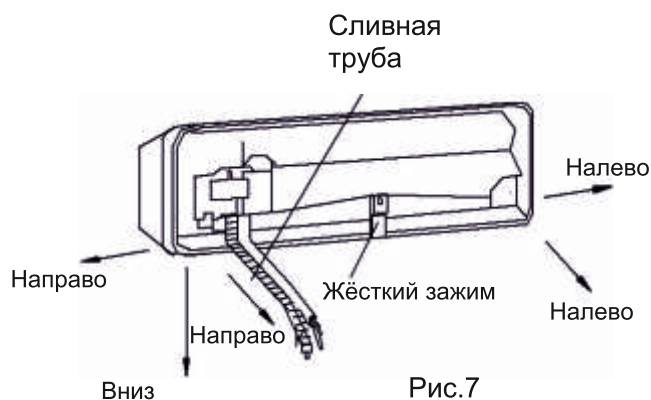

Рис.7
1. Левая схема приведена для положения сливного шланга. См. рис. 7.
1. Соединение правой задней трубки (аналогично правой нижней трубке) (дополнительно, см. Рис.7)